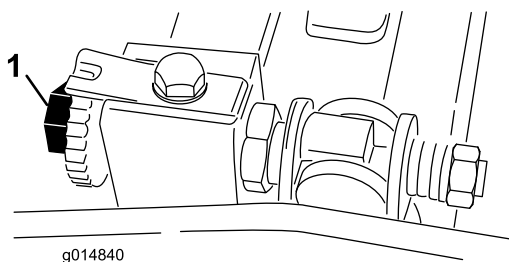

Figura 49
2. Não deixe que haja contacto com o cilindro, rodando os parafusos de ajuste da barra de apoio no sentido contrário ao dos ponteiros do relógio (Figura 49).
ligeiramente o cilindro para a frente, rode o parafuso de ajuste da barra de apoio no sentido dos ponteiros do relógio na mesma extremidade do cilindro, uma posição de cada vez, até que o papel esteja ligeiramente apertado, quando inserido pela parte dianteira, paralela à lâmina de corte, o que resulta num ligeiro puxão quando o papel é empurrado (Figura 49).